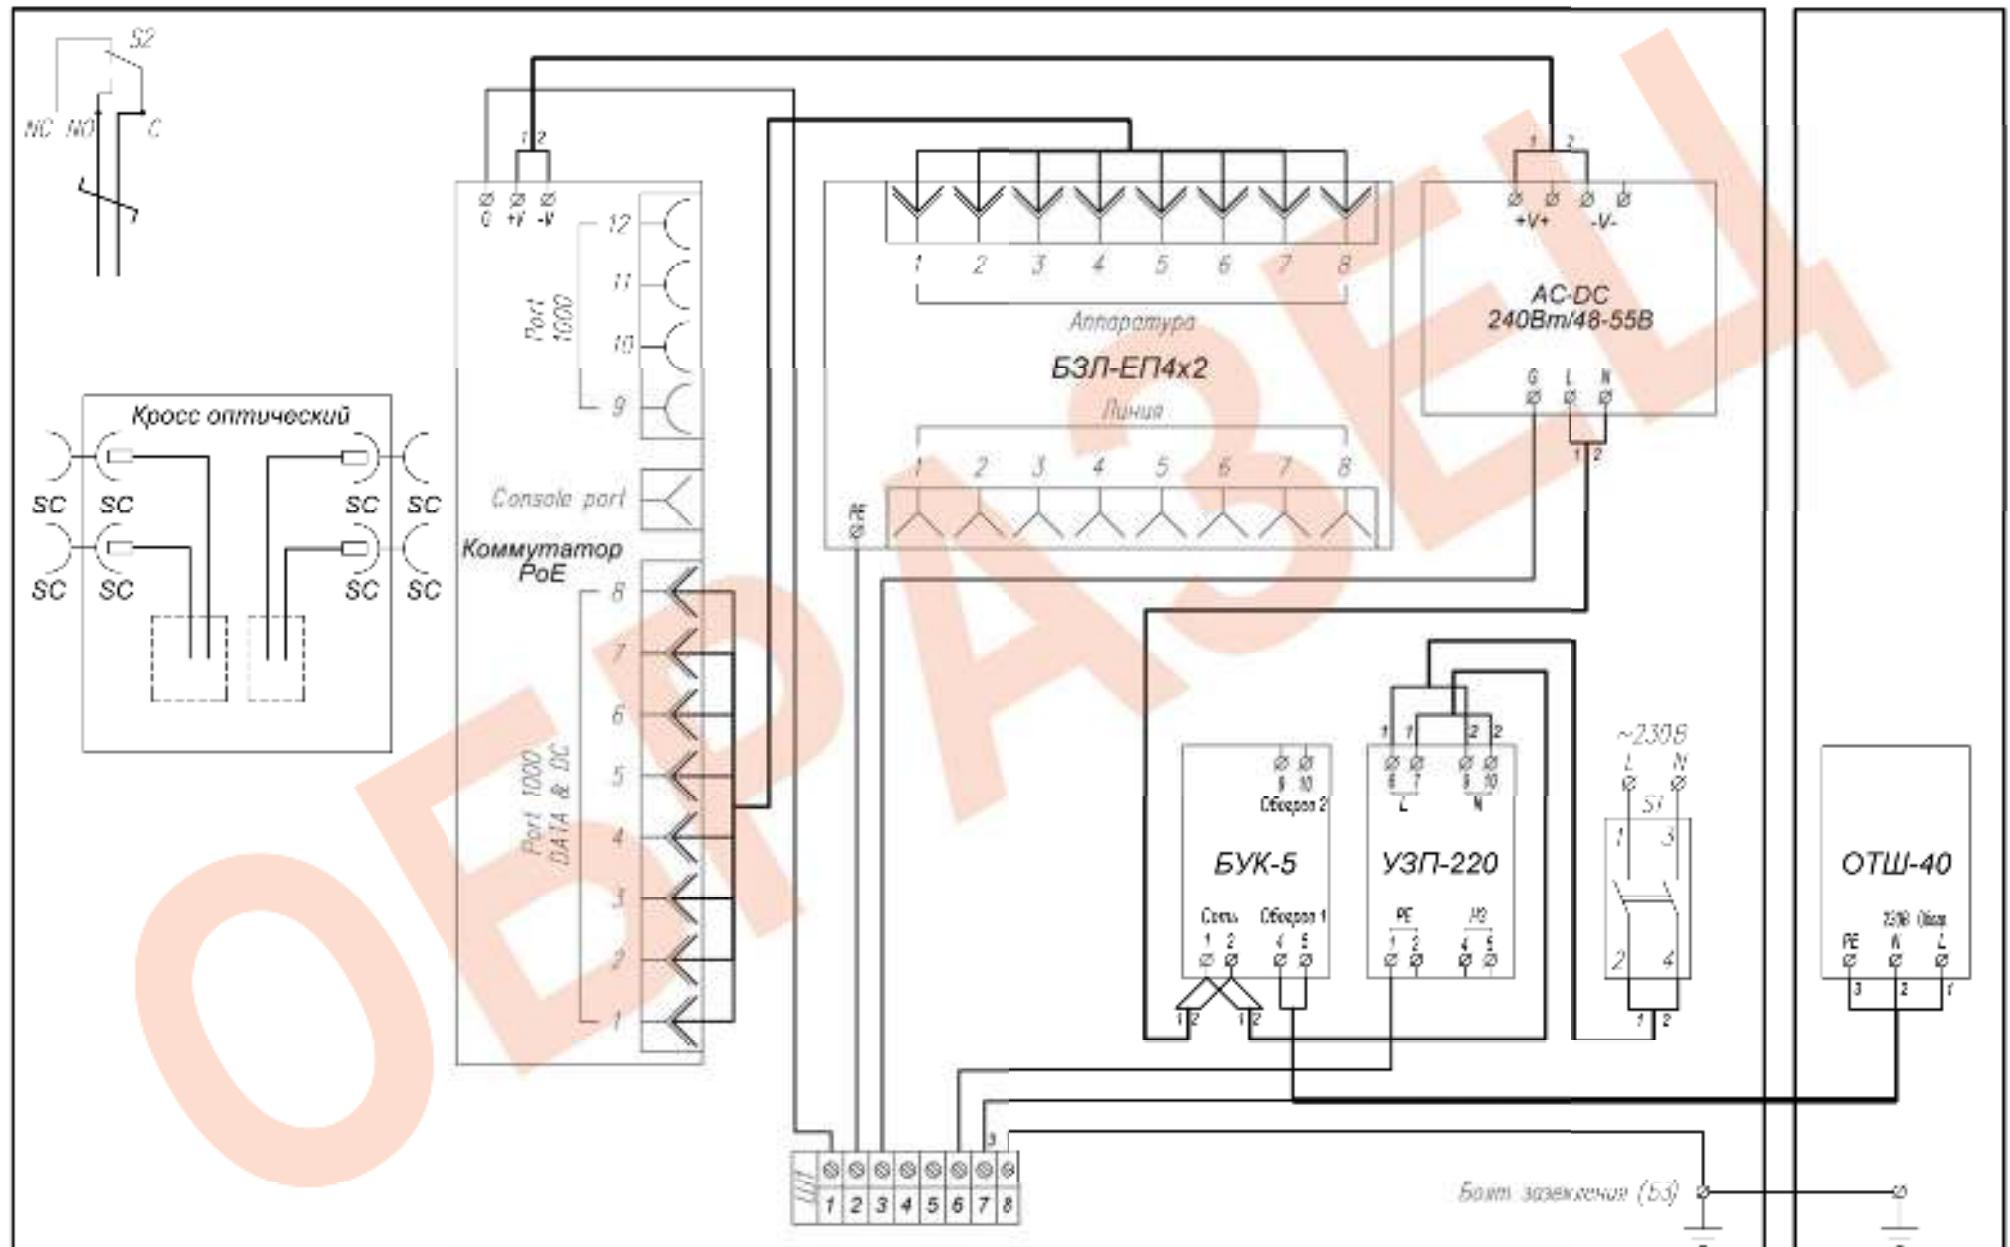

Рис.1 Схема электрическая принципиальная
1. Заземлить изделие при помощи болта заземления (Б3) (рис.1).
6. Подключить кабель питания к входу автомата питания S1 (сечение подключаемых проводов до 25 мм²), при этом фазный провод (L) соединить с контактом 1, нулевой провод (N) с контактом 3.